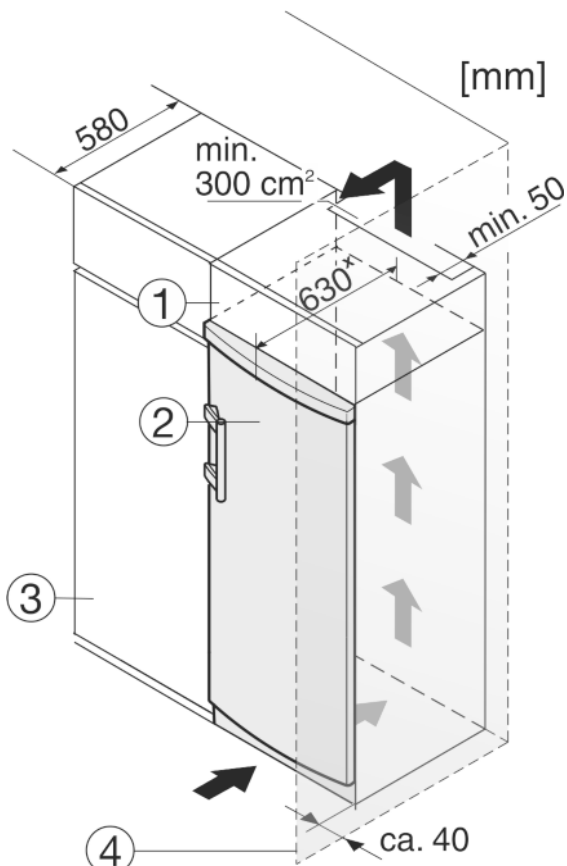

Fig. 9
- (1) Шафа для встановлення на пристрій
(2) Пристрій
(3) Кухонна шафа
(4) Стінка
Пристрій можна комбінувати з кухонними шафами. Для того, щоб пристрій Fig. 9 (2) вирівняти по висоті кухонної секції, на пристрій можна встановити антресольну секцію Fig. 9 (1).
У разі комбінування з кухонними шафами (максимальна глибина 580 мм) пристрій можна встановлювати безпосередньо поряд із кухонною шафою Fig. 9 (3). Пристрій виступає збоку на 34 мм* і посередині на 50 мм* відносно передньої панелі кухонної шафи.
Якщо пристрій встановлюється поряд зі стінкою Fig. 9 (4), відстань між пристроєм та стінкою повинна бути не менше 40 мм. Це відповідає необхідній відстані для ручки після відкриття дверцят.